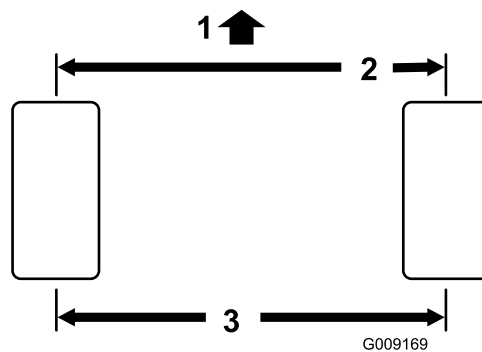

Figura 55
2. Mida la distancia entre centros (a la altura del eje) en la parte delantera y trasera de los neumáticos de dirección (Figura 55). La distancia debe ser de 0 ± 3 mm más en la parte delantera del neumático que en la parte trasera. Gire el neumático 90° grados y vuelva a comprobar la medición.